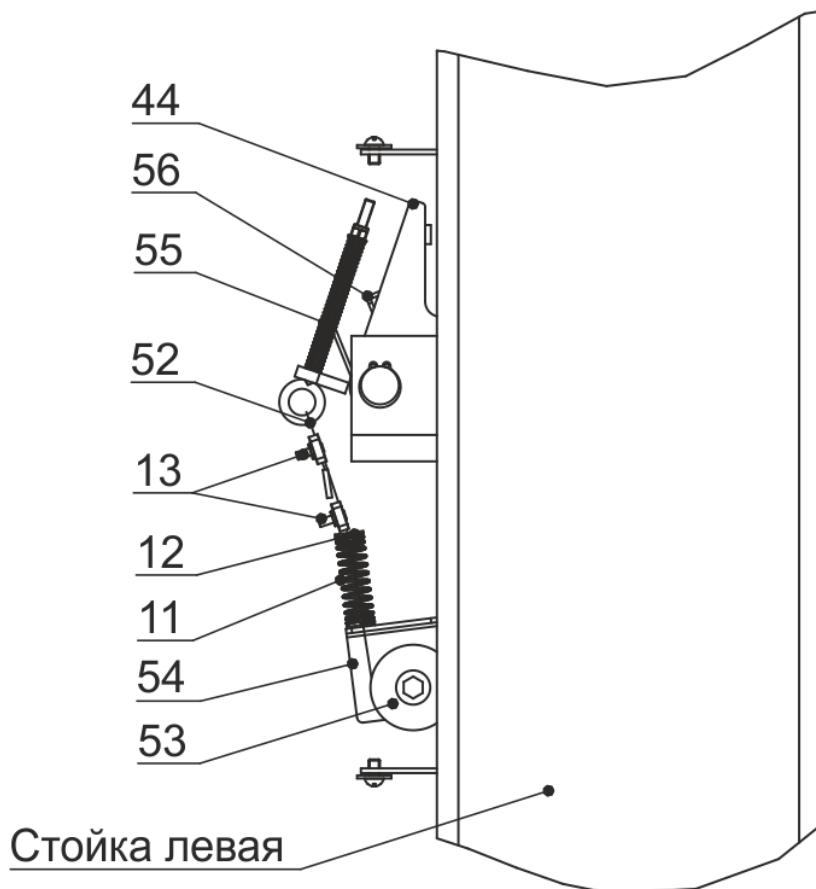

Рисунок 6.4 - Система стопорения кареток
6.6 Установить тросик системы стопорения (рисунок 6.4). Для этого снять крышку, закрывающую стопор-защелку 44 на левой стойке 2, отвернув два винта М6x10. Тросик 52 системы стопорения, закрепленный на правой стойке 1 (с насосной станцией 45), протянуть через блоки, направляющие трубы в перекладине 3 к стойки левой 2 и вывести через блок 53 и отверстие в кронштейне 54 наружу. На свободный конец тросика надеть пружину 11 со втулками 12, выбрать слабину тросика и затянуть зажим 13.